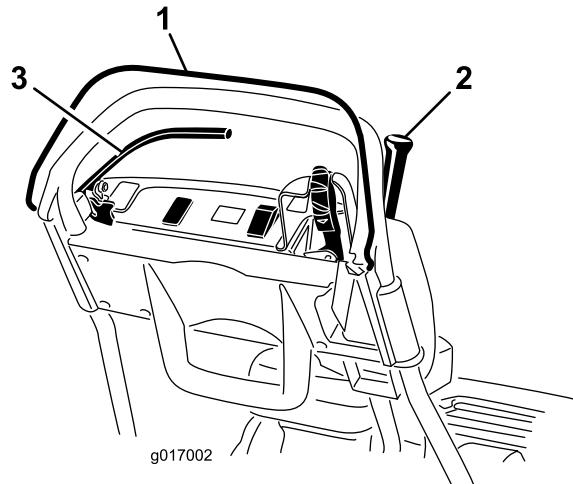

图34
2. 放开操作员到位控制装置后，尝试接合牵引杆（图34）。牵引杆应该不能接合。如果牵引杆能够接合，则需要对联锁系统进行维修。请在操作之前解决该问题。
3. 压下操作员到位控制装置并接合牵引杆，然后松开操作员到位控制装置（图34）。牵引杆应脱离。如果牵引杆不能分离，则需要对联锁系统进行维修。请在操作之前解决该问题。
4. 压下操作员到位控制装置并将换档控制杆移至左侧、接合牵引和滚刀驱动装置、然后松开操作员到位控制装置（图34）。牵引杆应脱离。如果牵引杆不能分离，则需要对联锁系统进行维修。请在操作之前解决该问题；请参阅 维护牵引联锁开关（页码 31）。